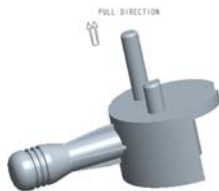

图 10.26 调整模具坐标系后
(1) 在“布局”对话框中的参考模型起点与定向区域中单击按钮，系统弹出“获得坐标系类型”菜单。
(2) 定义坐标系类型。在“获得坐标系类型”菜单中选择 Dynamic (动态) 命令，系统弹出“参考模型方向”对话框。
(3) 旋转坐标系。在轴的区域中单击 Y 按钮，在“参考模型方向”对话框的 值 文本框中输入数值 90。
(4) 在“参考模型方向”对话框中单击 确定 按钮；在“布局”对话框中单击 确定 按钮；系统弹出“警告”对话框，单击 确定 按钮。在 CAV LAYOUT (型腔布置) 菜单中单击 Done/Return (完成/返回) 命令，完成坐标系的调整。结果如图 10.26 所示。